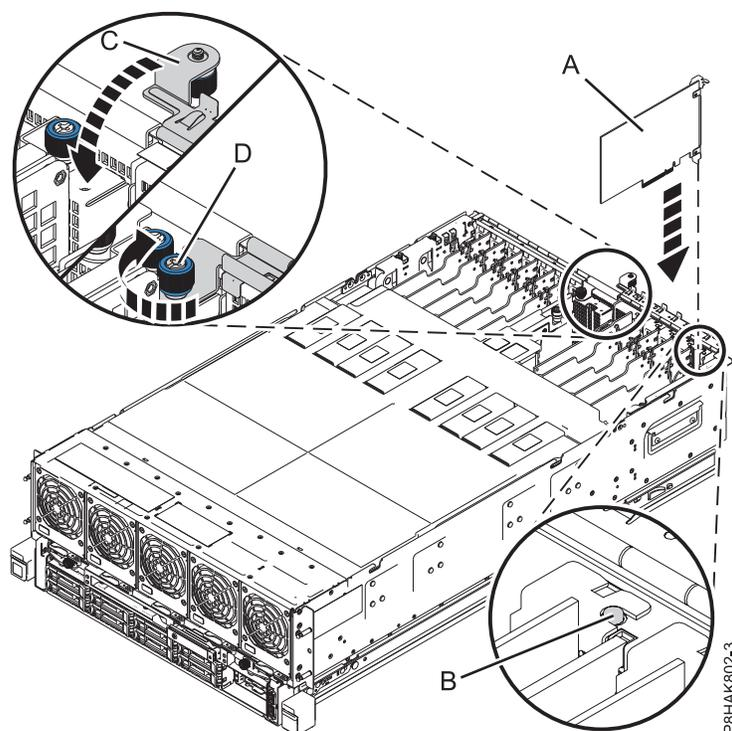

Figura 12. Instalación o sustitución de un adaptador PCIe en el sistema 8408-44E o 8408-E8E
6. Sujete con cuidado el adaptador por el borde superior o la contrapunta, y alinéelo con la ranura y con el conector de la placa del sistema (A), como se muestra en la Figura 12 en la página 19.
9. Asegúrese de que la muesca de la contrapunta encaje con la patilla en el chasis del sistema. Consulte (B) en Figura 12.
10. Cierre la pieza de sujeción de retención de E/S (C) haciéndola girar y, a continuación, apriete el tornillo cautivo (D) hasta que quede bien atornillado en el chasis del sistema. Consulte la Figura 12.